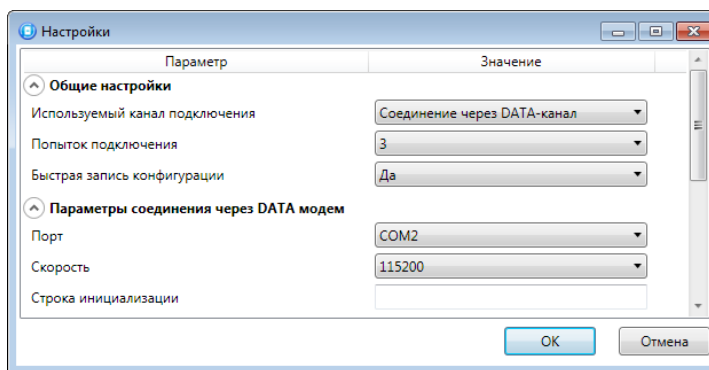

Рис. 6.7. Параметры подключения по каналу DATA
**Шаг 1:** для задания параметров подключения откройте окно *Настройки* и в раскрывающемся списке *Используемый канал подключения* выберите *Соединение через DATA-канал*. Задайте описанные ниже параметры и нажмите кнопку *OK* (Рис. 6.7).